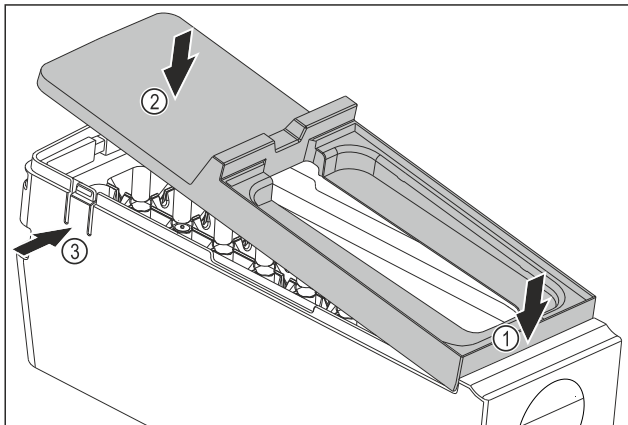

Fig. 120
- ▶ Afdekking van de EasyTwist-Ice-corpus monteren: Afdekking voor bevestigen. Fig. 120 (1)
- ▶ Afdekking achter neerlaten. Fig. 120 (2)
- ▷ Afdekking klikt hoorbaar in beide strips Fig. 120 (3) vast.